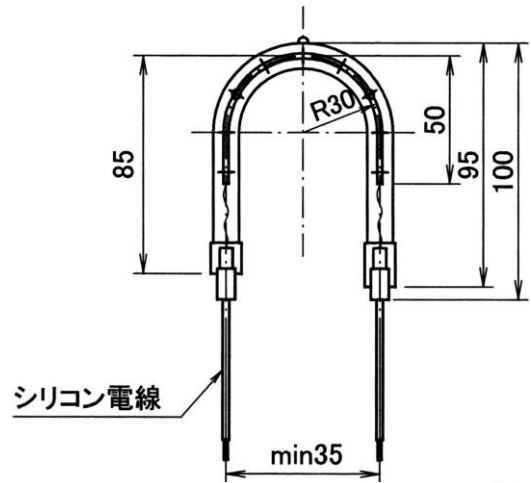
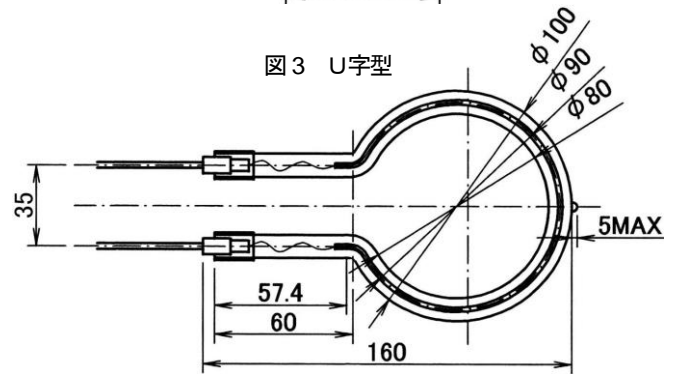

図3 U字型
図4 リング型
2. ヒーター形状：標準はストレート。ストレート以外の物も特注で製作します。(p.121 図3~図4 形状例参照)
1. ヒーター形状はストレートが標準ですが、ストレート以外の物も特注で製作します。(図3～図4 形状例参照)